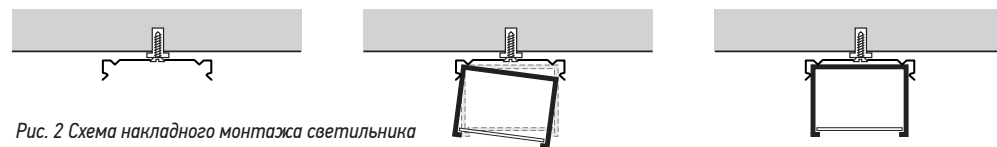

Рис. 2 Схема накладного монтажа светильника
1.7.1 на любые ровные поверхности накладным способом (см. Рис.2);